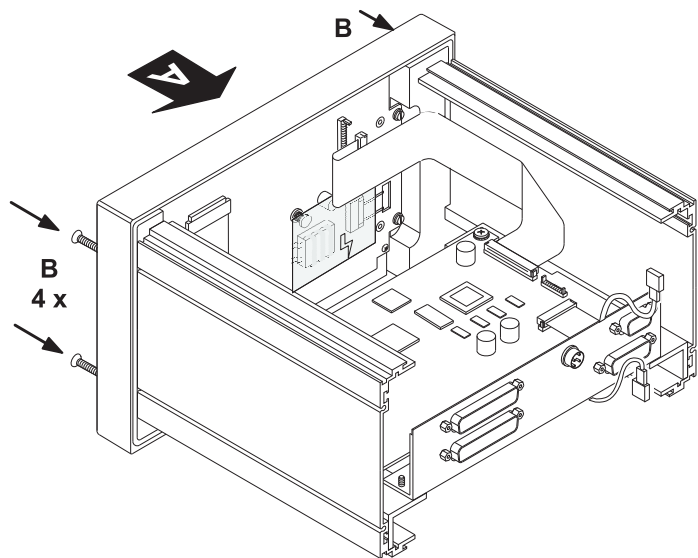

Bild D 7-20: Ansetzen und Befestigen der Frontblende am Gehäuserahmen
8. Klappen Sie die Frontblende zurück in die ursprüngliche Position am Rahmen (A). Achten Sie darauf, dass das flache Display-Kabel ohne Verkannten oder Einklemmen zwischen Frontblende und anderen Gehäuseteilen nach Innen gelegt wird! Befestigen Sie dann mit den vier Kreuzschlitzschrauben die Frontblende am Rahmen (B). (Bild D 7-20)